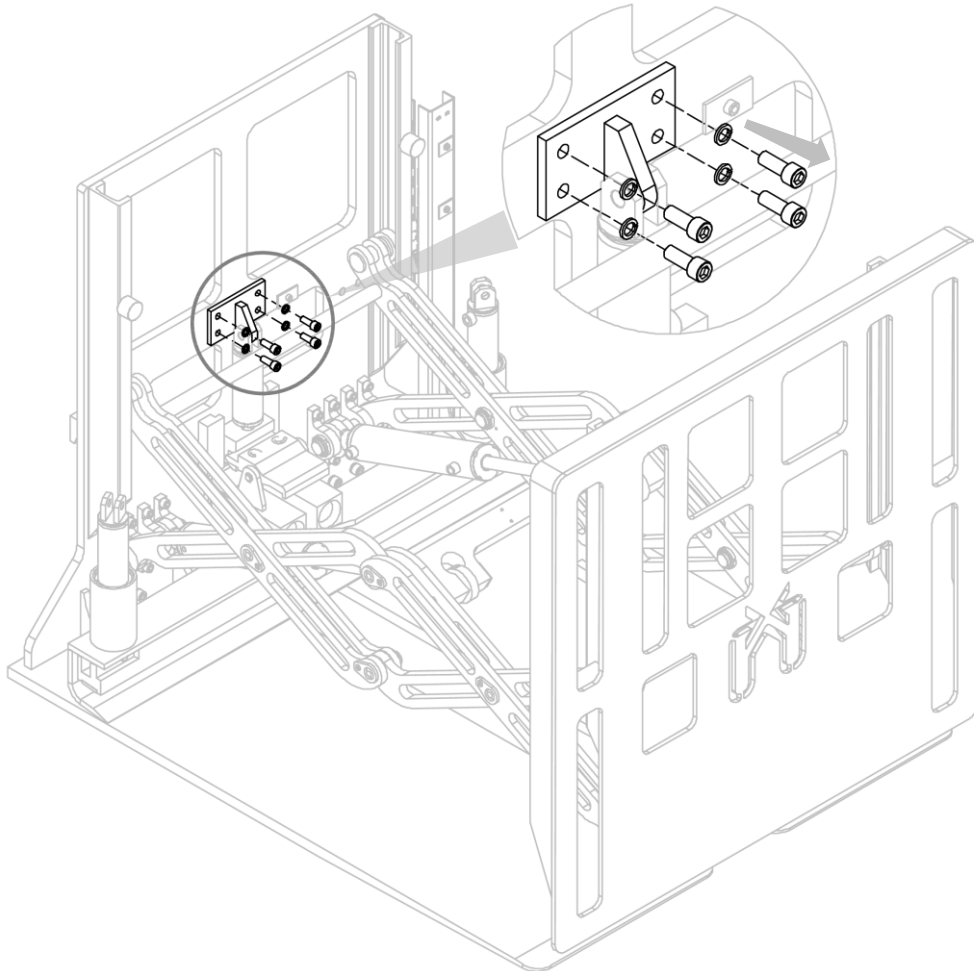

Figura 30
3. Rimuovere l'aggancio del cilindro dopo aver rimosso le relative viti e rosette elastiche che lo sostengono (vedi *Figura 30*).43